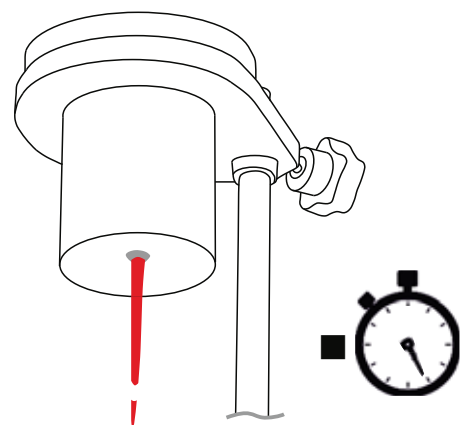

Figure 5
- 8 Observez l'écoulement du liquide et arrêtez le chronomètrea au moment où le flux s'interrompt pour la première fois (Figure 5).